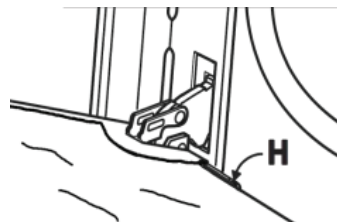

Fig. 26
- Dopasuj szybę do lewej E i prawej prowadnicy F (rysunek 25) i przesun do uchwytów H (rysunek 26).